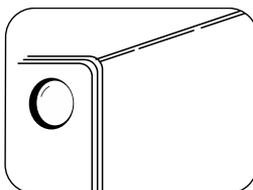

Figura 34
- Quite la lámpara de la toma. Reemplace la lámpara por una en perfecto estado. Figura 34.